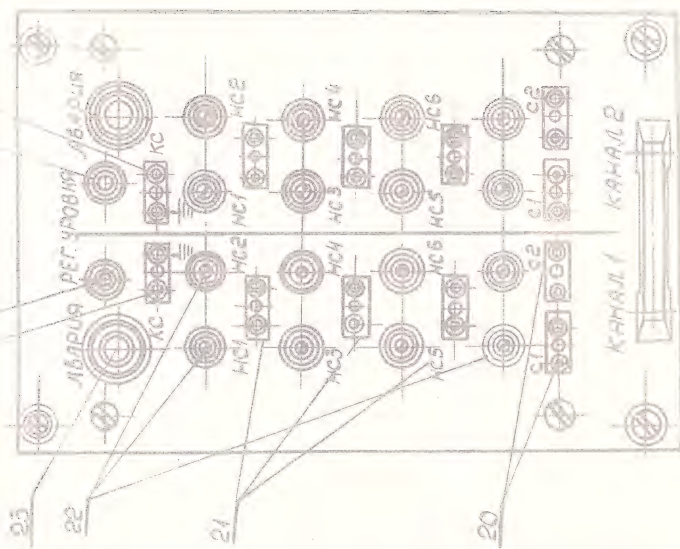

рис. 4
- БПШ - рис. 4
18 рис.4/ предназначены для регулировки уровня шума в
4.17. Потенциометры /поз.22 рис.4/ служат для регулировки выходных уровней шума в линиях.
4.18. Гнезда с надписью "КС" /поз.16, 19 рис.4/ служат для контроля выходных уровней шума в каналах.
4.19. Гнезда с надписью "С1", "С2" /поз.20 рис.4, "НС1" ÷ "НС6" /поз.21 рис.4/ служат для контроля выходных уровней в линиях.
4.20. Лампочка с надписью "АВАРИЯ" /поз.23 рис.4/ служит для сигнализации об уменьшении уровня шума в каналах ниже допустимого или его пропадании.
7.3. Проверить уровень срабатывания сигнализации в каждом канале. Для этого вход измерителя уровня соединить последовательно с гнездами "КС" каждого канала. Уменьшая уровень потенциометрами "РЕГ.УРОВНИ" / пов.17 и 18 рис.4/, проверить срабатывание сигнализации, фиксируя по прибору точку срабатывания.
5.6. Гнезда "КС" канала I /поз.16 рис.4/ на панели БП-I с помощью шнура с однополюсными вилками подключить к гнездам "ИЗМЕР.УРОВНЯ" /поз.15 рис.3/ БП. С помощью потенциометра "РЕГ.УРОВНЯ" канала I БП-I /поз.17 рис.4/ установить уровень +15 дБ по прибору /поз.1 рис.3/ БП.
5.7. Подключить гнезда "КС" канала 2 / поз.19 рис.4/ БП-I к гнездам "ИЗМЕР.УРОВНЯ" / поз.15 рис.3/ БП. С помощью потенциометра "РЕГ.УРОВНЯ" / поз.18 рис.4/ канала 2 БП-I установить уровень +15 дБ по прибору / поз.1/ БП. Аналогичные операции провести во всех блоках (БП-2, БП-3, БП-4).
5.8. При помощи потенциометров / поз.22 рис.4/ установить необходимые уровни на выходах генератора шума.
- при уменьшении уровня в любом из каналов на 3 ÷ 5 дБ или пропадании его. В этом случае в неисправном канале загорится красная лампочка "АВАРИЯ" / поз.23 рис.4/. Тумблер 2 "ОТКЛ.ЗВ." / поз.5 рис.3/ перевести в нижнее положение.
6.2. Для установки и проверки выходного уровня в линии необходимо установить тумблер / поз.11 рис.3/ на БП в положение "+10 дБ", подключить вход "ИЗМЕР.УРОВНЯ" / поз.15 рис.3/ БП при помощи шнура с однополюсными выключателями к контрольным гнездам БП / поз.20, 21 рис.4/, при этом измеряемые выходы должны быть нагружены: на нагрузку 600 Ом симметричные и 150 Ом несимметричные. Произвести отсчет по шкале прибора / поз.1 рис.3/, при необходимости произвести регулировку выходного уровня потенциометром.